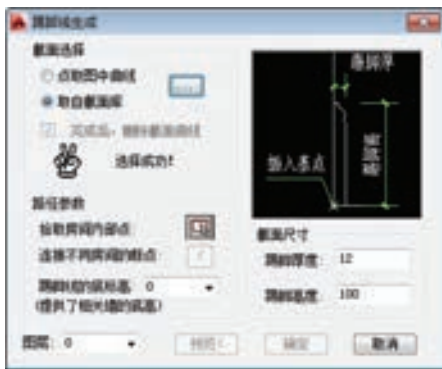

图 7-33 选择样式
4) 双击踢脚线的截面图形，返回“踢脚线生成”对话框，如图7-33所示。